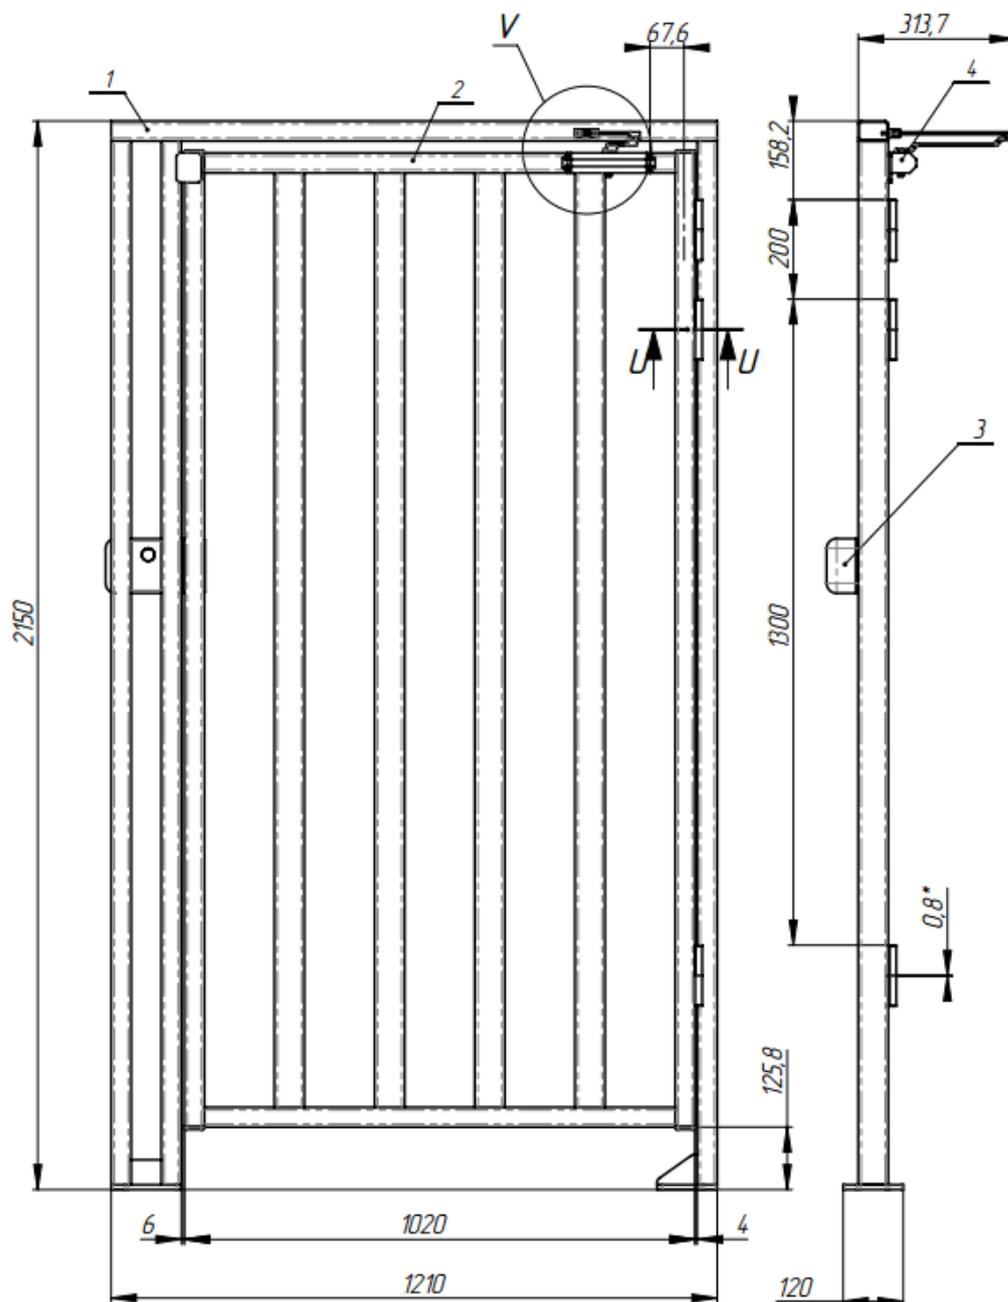

Рис. 1. Габаритные размеры калитки
Устройство калитки показано нарис. 1. Габаритные размеры калитки указаны на рис. 1. Номера позиций в тексте руководства даны в соответствии с рис. 1. Калитка состоит из:- рамы (1);-створки (2); -замка электромеханического (3);-доводчика (4).